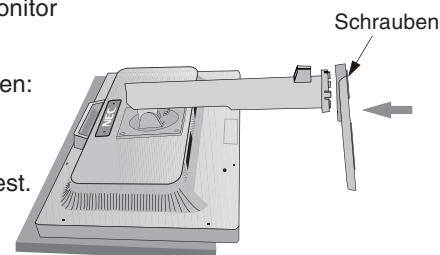

Abbildung 2
3. Befestigen Sie den Fuß am LCD-Monitor und ziehen Sie die Schrauben an der Unterseite des Standfußes fest (**Abbildung 2**).